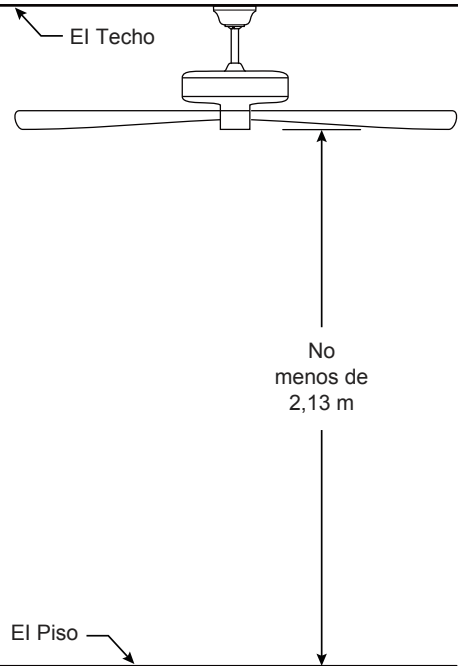

Figura 2
Uso de perfil profundo (Figura 2)
2. Retire el clip de horquilla y pasador de horquilla de la parte inferior de la bola para colgar. Retener el pasador y clip para la reinstalación en el paso 4. (Figura 2)
Debe colgar el ventilador a una distancia mínima de 2,13 m desde las aspas hasta el piso. (Figura 2)
1. Deslice el receptor en el soporte de suspensión antes de realizar el cableado como se muestra en la figura 2.
2. Coloque y ajuste firmemente la cubierta para el tornillo de la base sobre los tornillos de reborde de la abrazadera para colgar mediante el mecanismo de seguro por giro del chavetero. (Figura 2)
2. Extraiga placa inferior de la palas del placa de las palas quitando los tres tornillos. (Figura 2)
2. Extraiga la unidad de luz LED desde el ensamblaje de la placa de iluminación quitando uno de los dos tornillos y afloje el otro tornillo. Guarde el tornillo para el Paso 5 y desenchufe el conector de 2 clavijas. (Figura 2)